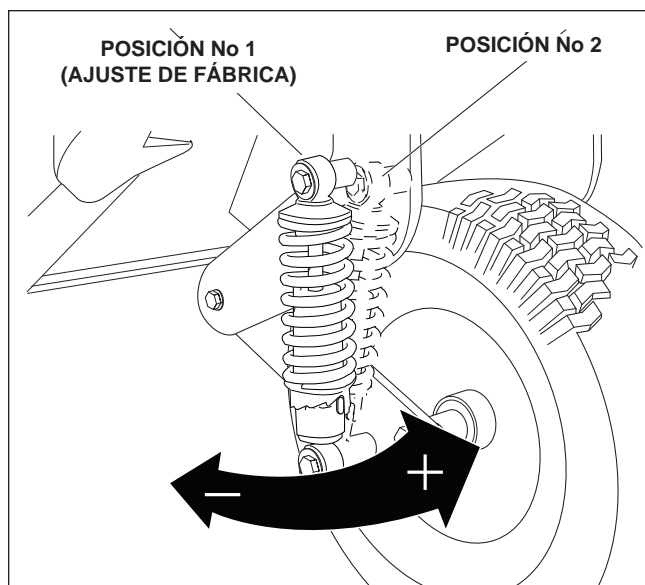

Figura 33. Ajustes de la suspensión trasera
2. Consulte la figura 33. Con la llave inglesa (p/n 5022583) que se proporciona, inserte la punta de la llave en la ranura en el regulador de carga previa. Mientras sostiene la llave en su lugar con una mano, gire EN EL SENTIDO CONTRARIO AL DE LAS AGUJAS DEL RELOJ para aumentar la carga previa, gire EN EL SENTIDO DE LAS AGUJAS DEL RELOJ para disminuir la carga previa.
6. Retire las piezas metálicas de montaje del amortiguador superior y gire el amortiguador hacia la posición N° 2 (consulte la figura 33).